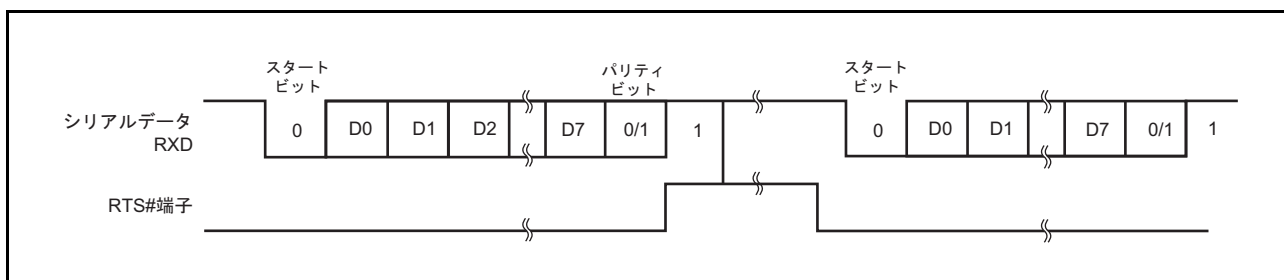

図 24.10 モデムコントロールを使用した動作例 (RTS#)
5. モデムコントロールが有効の場合、FRDR レジスタに空きがあることを示す RTS# 信号を出力します。RTS# 端子が Low のときは受信可能です。RTS# 端子が High のときは FRDR レジスタのデータが RTS# 出力アクティブトリガ設定数以上となり、FRDR レジスタに余裕ができるまで次データの送信を待つて欲しい状態であることを示します。モデムコントロール使用時の動作例を例を図 24.10 に示します。